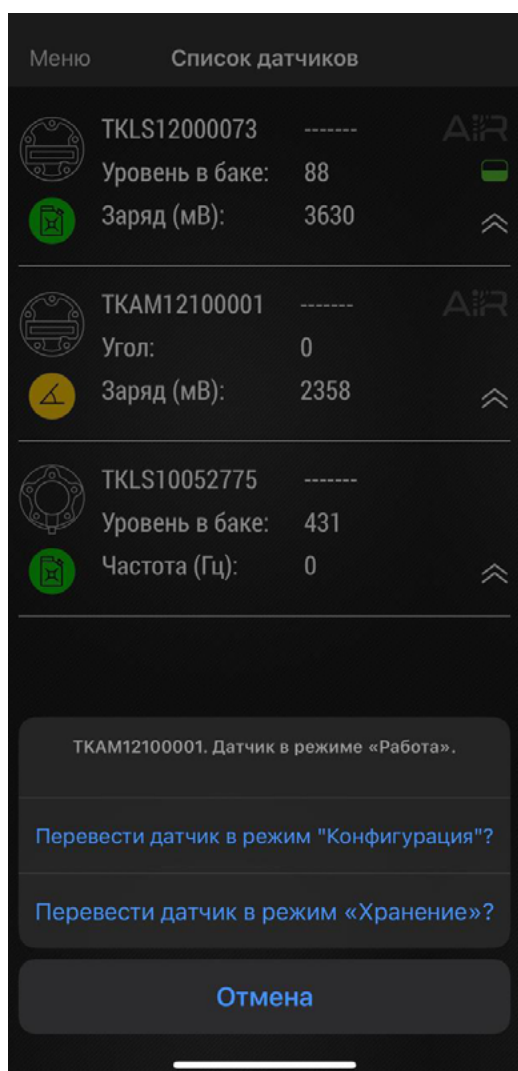

Рис.35. Выбор режима.
- После считывания NFC метки появится меню выбора режима датчика (**Рис.35**). Далее выберите режим: «Хранение».